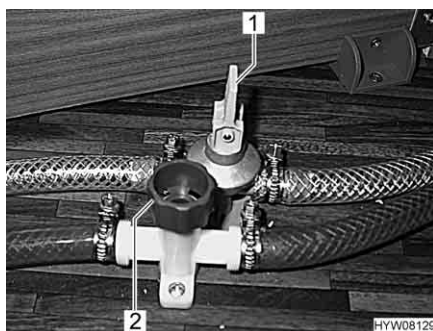

Fig. 132 Rubinetti di scarico
- Chiudere i rubinetti di scarico. Ruotare i coperchi (Fig. 132,2) in senso orario e posizionare la leva a bilanciere (Fig. 132,1) in posizione orizzontale.
- Aprire il rubinetto di scarico (Fig. 132). A questo scopo posizionare verticalmente la leva a bilanciere (Fig. 132,1).